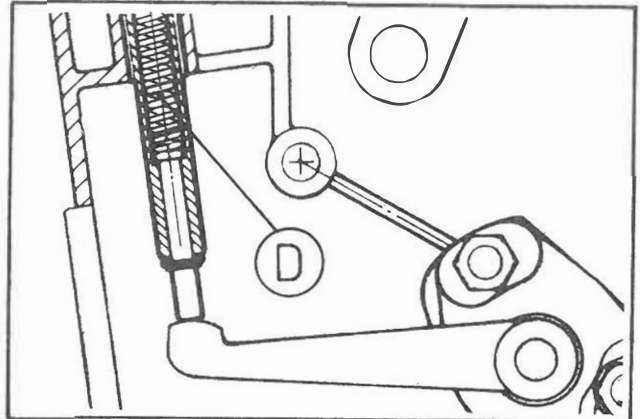

Fig. 49
Al regime di coppia massima la flessione della molla (D), contenuta nel cilindretto, sotto la spinta della leva supplemento consente l'erogazione di una maggiore quantità di combustibile necessaria in tale condizione (Fig. 49).
At maximum torque speed, spring compression (D) inside barrel under thrust of extra fuel device lever allows greater delivery of fuel necessary for specific condition (Fig.49). The plungers, which vary accordingly with engine setting, are not interchangeable. Disassemble device and wash it in kerosene. Tip of moving element, loaded as per table instructions, must travel as follows:
Au régime du couple maximum la flexion du ressort (D) contenu dans le cylindre, sous la poussée du levier de supplément permet le débit d'une plus grande quantité de combustible nécessaire dans ces conditions (fig.49).